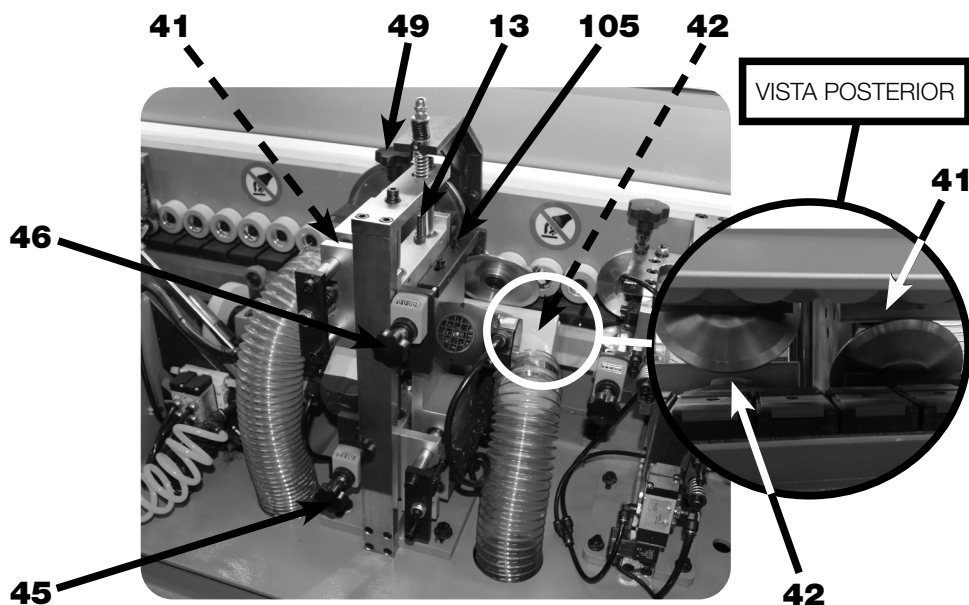

FIGURA 39 – Ajuste da posição das Fresas do Refilador
4. Ajuste da posição das Fresas (41) e (42) do Refilador (13) (figura 39);
- a) **SOLTAR** os Parafusos de Trava do Refilador (105);
- b) **GIRAR** o Manipulo (45) e (46) no sentido horário para movimentar a ferramenta para frente;
- c) **GIRAR** o Manipulo (45) e (46) no sentido anti-horário para movimentar a ferramenta para trás;
- d) **GIRAR** a manipulo (49) no sentido horário para avançar a ferramenta no sentido vertical;
- e) **GIRAR** a manipulo (49) no sentido anti-horário para recuar a ferramenta no sentido vertical;
- f) **APERTAR** os Parafusos de Trava do Refilador (105);